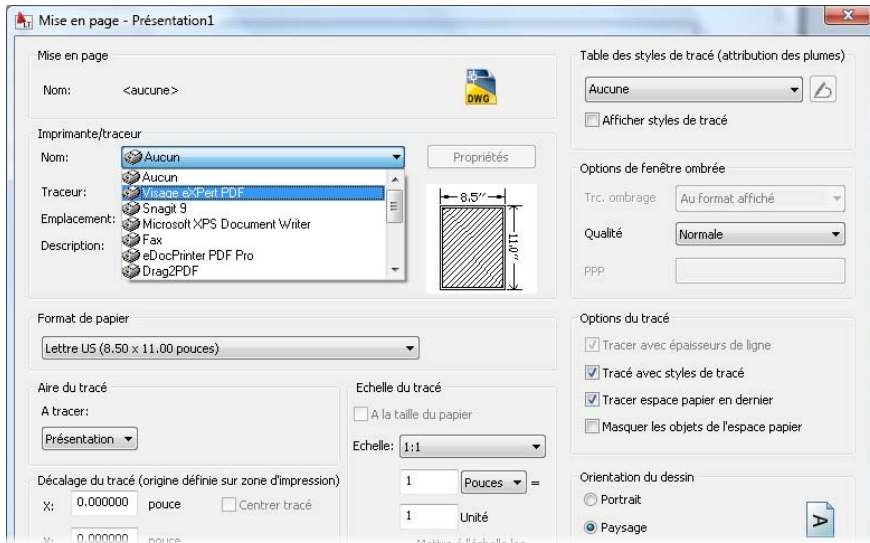

Figure 6.6
6. Commencez par configurer le choix du traceur (voir Figure 6.6).